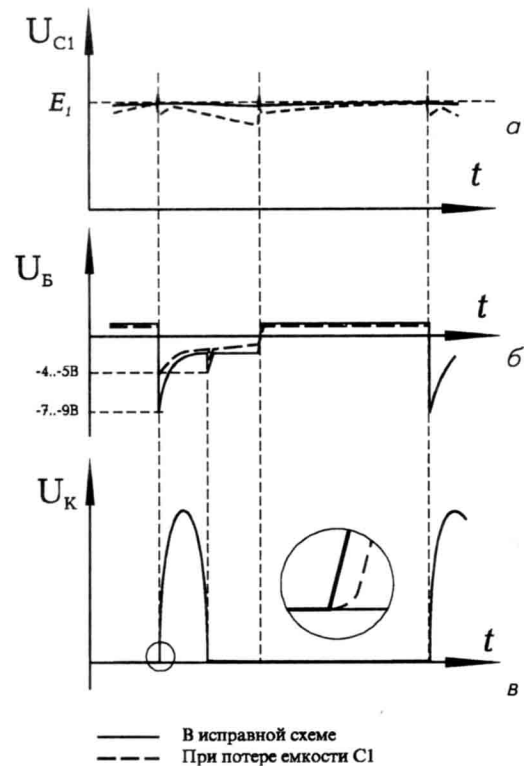

Рис. 2. Осциллограммы напряжений в контрольных точках
- проверить напряжение на конденсаторе C1 – оно не должно иметь пульсаций более 1 В (рис. 2а). При пониженном среднем значении напряжения на конденсаторе C1 (при больших пульсациях)
- напряжение, поступающее на базу транзистора Q1, должно иметь четкую форму импульсов, закрывающих транзистор (рис. 2б);
- передний фронт импульсов на коллекторе транзистора Q1 должен быть крутым (рис. 2в).